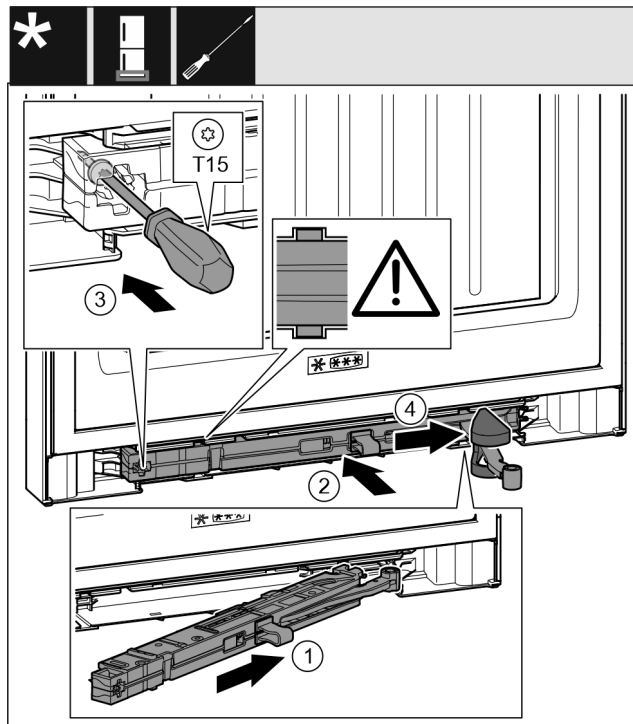

Fig. 62
- ▶ Gurnite jedinicu prigušivača zatvaranja Fig. 62 (1) na strani podloška ležaja do graničnika koso u izrez.
- ▶ Gurnite jedinicu prigušivača zatvaranja Fig. 62 (2) potpuno u izrez.
- ▶ Odvijačem pritegnite vijak Fig. 62 (3).
- ▶ Gurnite poklopac Fig. 62 (4) preko zgloba.